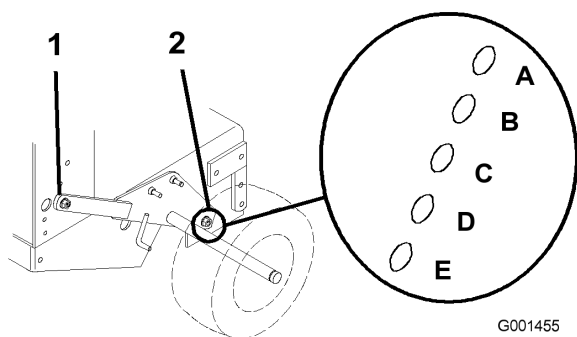

Figura 11
3. Afloje sin retirar los 2 pernos de pivote del eje y los 2 pernos de ajuste del eje (Figura 11).
- Coloque un gato debajo del bastidor del motor, en el centro de la parte trasera. Eleve la parte trasera del bastidor del motor lo suficiente para poder retirar los 2 pernos delanteros de ajuste del eje (Figura 11).
- Eleve o baje el bastidor del motor con el gato para poder instalar los 2 pernos de ajuste delanteros del eje en los taladros deseados (Figura 11).